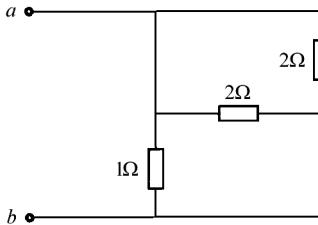

图 4-17
1. 如图 4-17 所示电路,a、b 间的等效电阻为() Ω 。